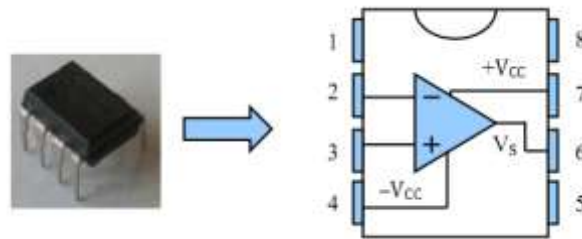

Figure 8.3 : Photo d'un amplificateur opérationnel et son boîtier.
Physiquement, un amplificateur opérationnel est constitué de **transistors**, de **tubes électroniques** ou de n'importe quels autres composants amplificateurs. On le trouve communément sous la forme de **circuit intégré**. La plupart des amplificateurs opérationnels se présentent sous la forme d'un circuit intégré (CI) à 8 broches (**Figure 8.3**).